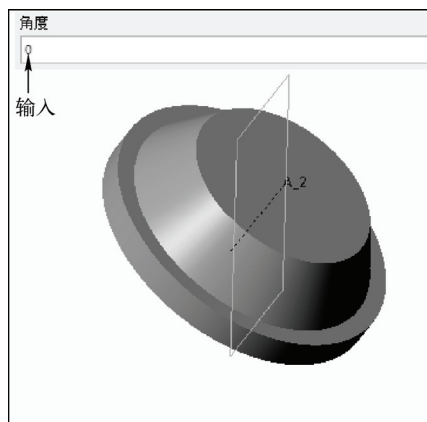

图 8-17 输入参数一
STEP 04 单击“关闭”面板中的“确定”按钮 ，完成截面绘制并退出草绘环境。在模型上选择顶面，并选择“A_2”轴，选择“RIGHT”基准平面，弹出“角度”文本框，输入“0”，如图 8-17 所示。